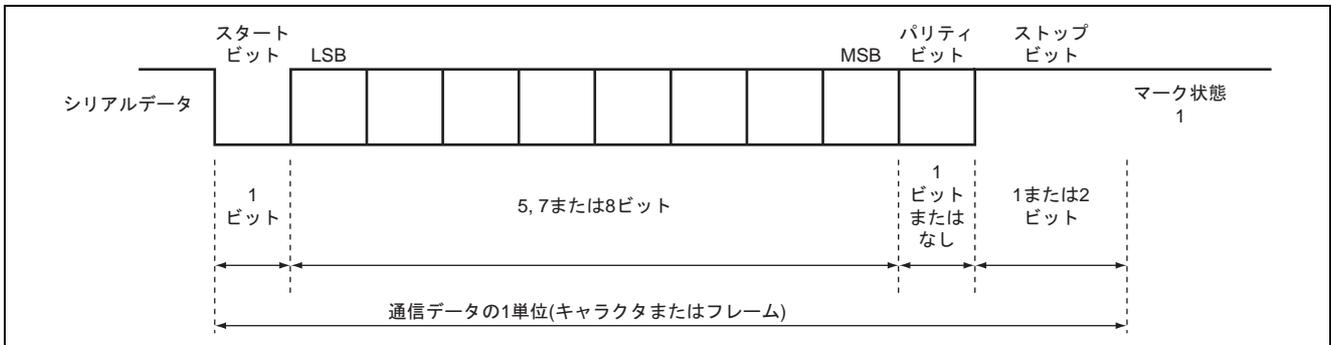

図2 調歩同期式モード通信データフォーマット
- 図2に調歩同期式モード通信の通信フォーマットを示します。